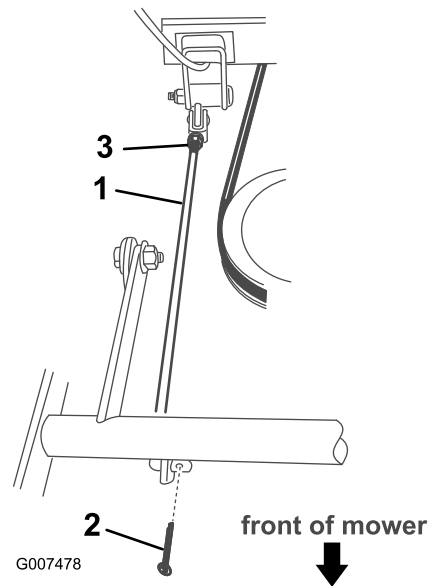

Figura 36
7. Togliete la coppiglia dal lato anteriore dell'asta di regolazione (Figura 36).
8. Allentate il dado sul lato posteriore dell'asta di regolazione (Figura 36).